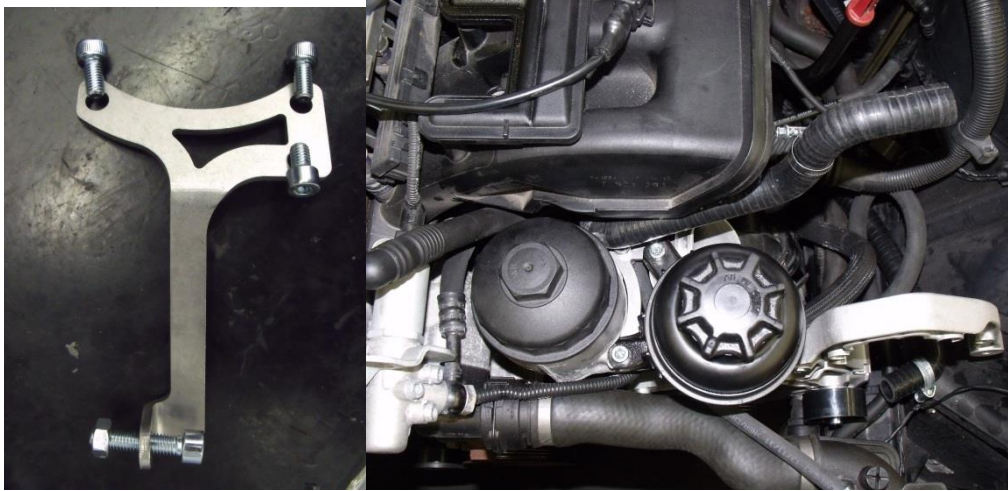

Abbildung 23
- a) Den O-Ring (Abb. 23 Pos.3) mit Fett benetzen und in die Nut der Welle des eingebauten Kompressors einlegen
- b) Die Konusschraube (Abb. 23 Pos. 1) in die Riemenscheibe (Pos.2) einstecken. Die Konusflächen von Welle und Riemenscheibe müssen sauber, fett- und ölfrei sein.